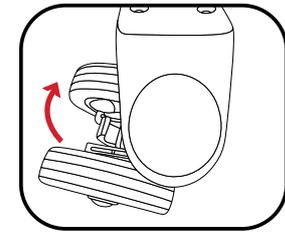

Fig 5
7. Ruotare la ruota all'indietro di 180° in modo che si trovi sotto l'alloggiamento (fig. 5).